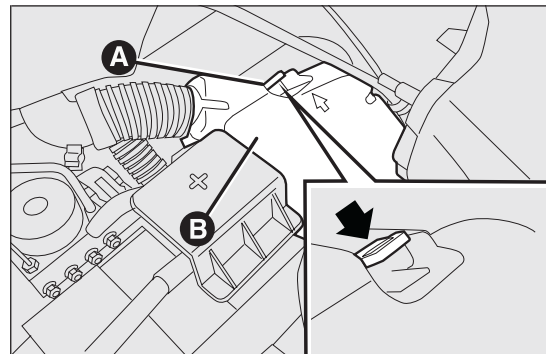

fig. 168
- ☐ agire sull'aletta B fig. 168 e rimuovere il coperchio B di protezione della scatola fusibili;